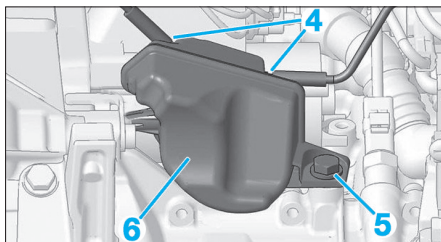

Fig. 3
- Désaccoupler et écarter les tuyaux du circuit de dépression (4) (Fig.3).
- Déposer les vis (5) puis dégrafer l'accumulateur à dépression (6).